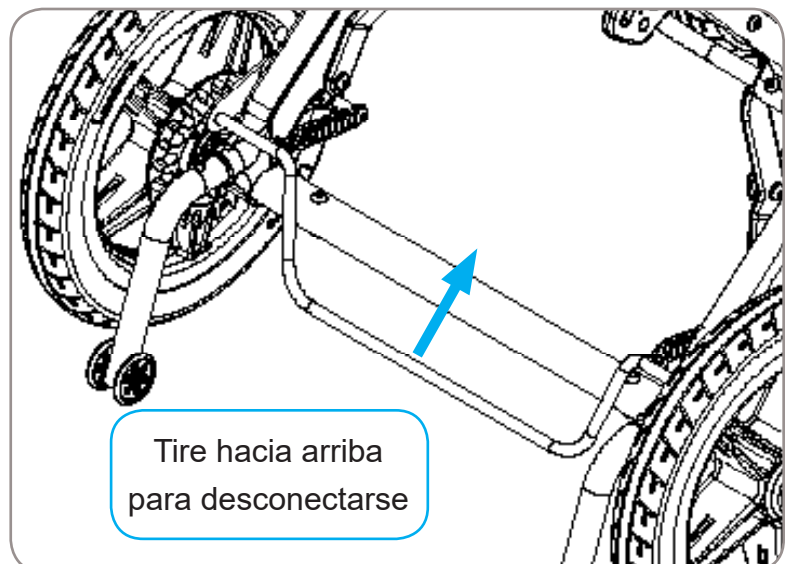

Figura 4
3. Para desactivar los frenos de las ruedas, jale la barra transversal con el pie. Referencia figura 4.